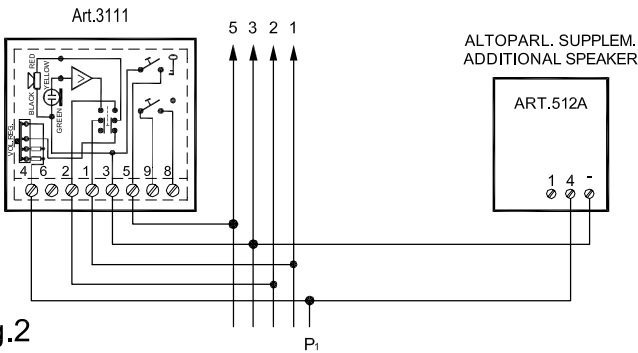

Fig.2
1. Dopo aver opportunamente protetto i fori di fissaggio del supporto moduli, murare la scatola da incasso (lasciare 165-170cm tra la parte alta della scatola e il terreno) facendo passare il gruppo di fili **e** (fig.2) attraverso uno dei fori (precedentemente aperto) sul fondo della scatola. Se non indicato sul fondo della scatola, il verso deve essere tale da far rimanere la cerniera a sinistra. Fate attenzione affinché la scatola venga murata a filo muro finito;